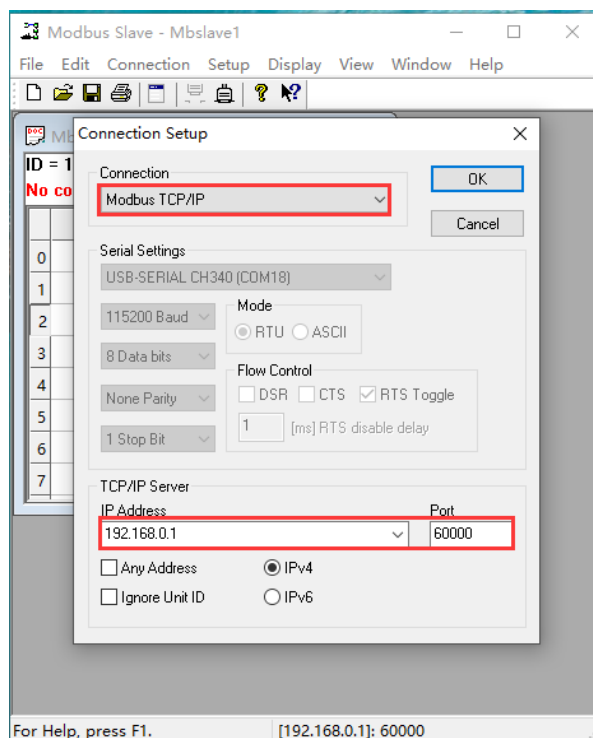

图 6-33 从机软件 MODBUS_TCP 参数设置
(6)选择 TCP/IP 模式，IP 地址和端口与电脑端设置一致，如图 6-33 所示。